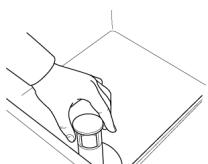

Fig.26
- 1- Ouvrir la porte et vérifier que toutes les composants, trop-plein inclus, soient dans leur logement. (Fig.26)